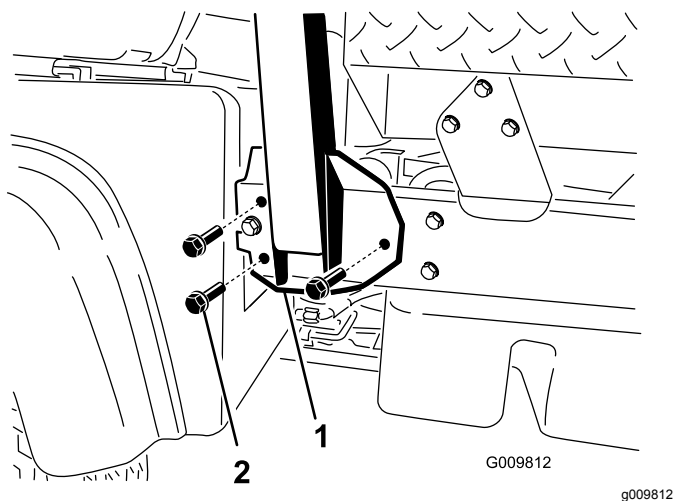

Figura 4
2. Allineare ciascun lato del roll bar con i fori di montaggio su ciascun lato del telaio della macchina (Figura 4).
3. Fissate la staffa di montaggio del roll bar al telaio della macchina con 3 bulloni a testa flangiata ($\frac{1}{2}$ " x $1\frac{1}{4}$ ") su entrambi i lati (Figura 4).